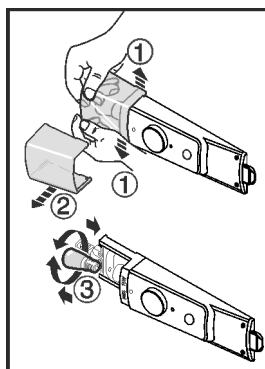

Fig. 10
- Kryt světla podle obrázku uvnitř v přední části tlačte od sebe Fig. 10 (1) a vytáhněte do strany Fig. 10 (2).
- Vyměňte žárovku. Fig. 10 (3)